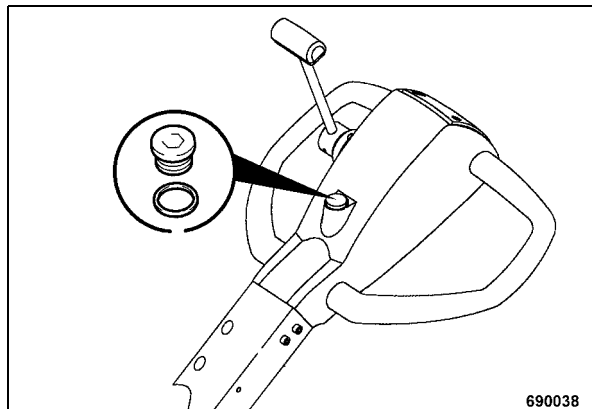

рис. 61
- Вывинтить резьбовую пробку для контроля уровня масла (рис. 61).